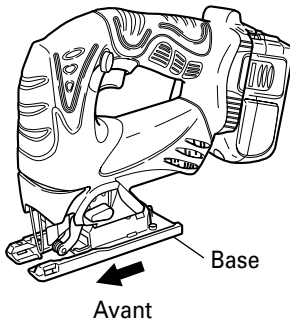

Fig. 16
- (2) Déplacer la base à fond vers l'avant (Fig. 16), puis resserrer le boulon de la base.